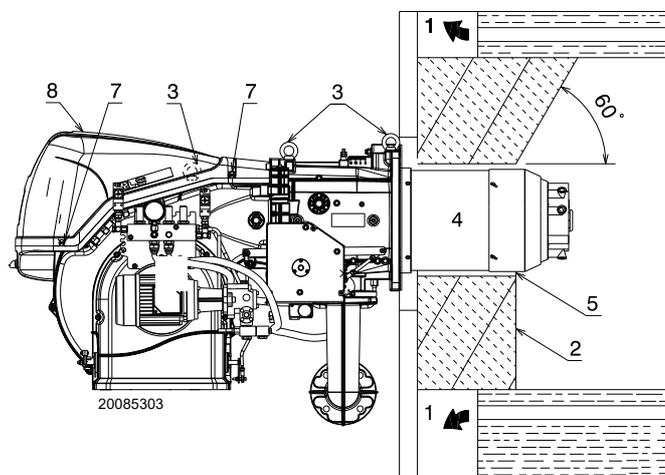

Fig. 14
Per le caldaie con giro dei fumi anteriore 1)(Fig. 14), o con camera ad inversione di fiamma, eseguire una protezione in materiale refrattario 5), tra refrattario caldaia 2) e imbuto fiamma 4).
Per le caldaie con il frontale raffreddato ad acqua non è necessario il rivestimento refrattario 2)-5)(Fig. 14), se non vi è espressa richiesta del costruttore della caldaia.
Predisporre un adeguato sistema di sollevamento agganciandosi agli anelli 3)(Fig. 14).
- Infilare la protezione termica data a corredo sul boccaglio 4)(Fig. 14).